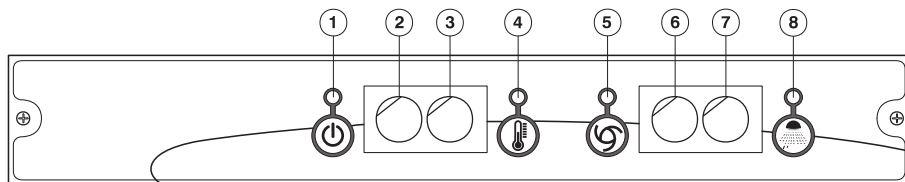

Bild 14b
3. Wenn sie versehen ist, die Abschlusspumpe beim Drücken des ABSCHLUSSPUMPEKNOPFS (7) starten (Bild 14b, Seite 97)